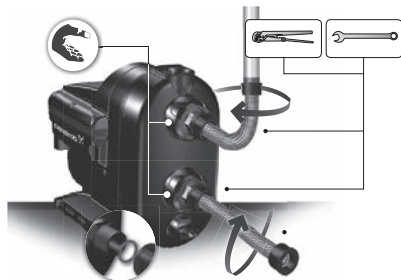

Рис. 6 Монтаж трубопроводов
2. Затем закрепите патрубки на входе и выходе SCALA2, удерживая их одной рукой и закручивая накладные гайки другой рукой. См. рис. 6.